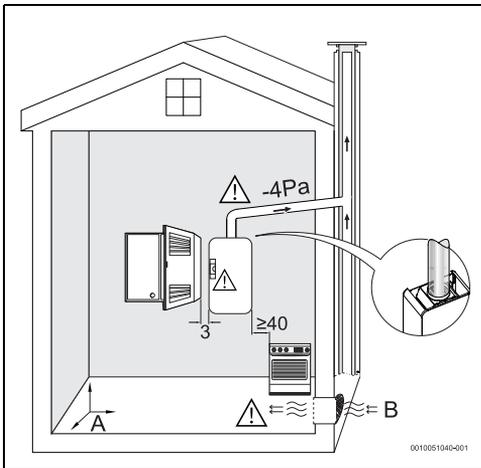

Fig. 10 Exigences minimales
- ▶ Respecter les distances minimales indiquées dans la fig. 10.
- ▶ Assurer l'accès libre pour les opérations de maintenance et respecter les exigences minimales indiquées dans la figure 10.